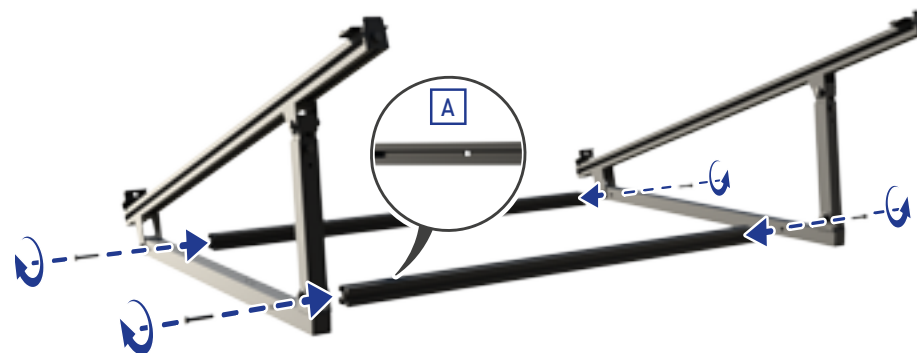

Fig. 10
6. Inserire i bulloni M8x45 per fissare le traverse ai due treppiedi (↗Fig. 10).